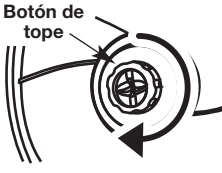

Fig. 28
1. Gire la perilla del topetón a la derecha hasta que toda la línea esté dentro del cabezal cortador (Fig. 28).